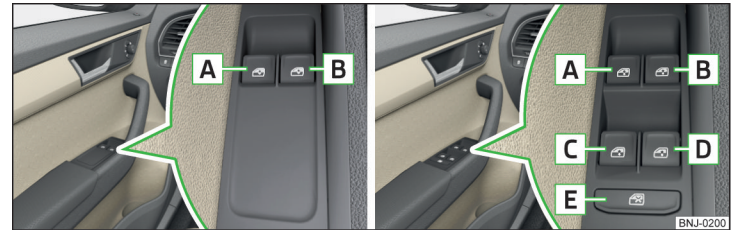

Fig. 45 Tasti degli alzacristalli: variante 1 / variante 2
In funzione dell'allestimento, con i tasti nella porta è possibile comandare i finestrini anteriori - **variante 1** o i finestrini anteriori e posteriori - **variante 2** » fig. 45.
Nella **variante 2** » fig. 45 è possibile aprire completamente automaticamente il **finestrino conducente** premendo brevemente il tasto fino all'arresto. Premendo di nuovo o tirando il tasto, il finestrino si blocca.
Nella **variante 2** » **fig. 45** è possibile chiudere completamente automaticamente il **finestrino conducente** tirando il tasto fino all'arresto. Tirando di nuovo o premendo il tasto, il finestrino si blocca.
► Premere il tasto **[E]** » **fig. 45**.
■ Se si trasportano persone non completamente autonome nei sedili posteriori, ad es. bambini, si raccomanda di disattivare per motivi di sicurezza, i tasti nelle porte posteriori con il tasto **[E]** » **fig. 45**.
- La **variante 1** degli alzacristalli elettrici » **fig. 45 a pag. 59 non dispone di** dispositivo di limitazione della forza. I finestrini devono essere chiusi con prudenza - pericolo di lesioni!
- Il **finestrino lato passeggero della variante 2** degli alzacristalli elettrici » **fig. 45 a pag. 59 non dispone di** dispositivo di limitazione della forza. Il finestrino deve essere chiuso con prudenza - pericolo di lesioni!